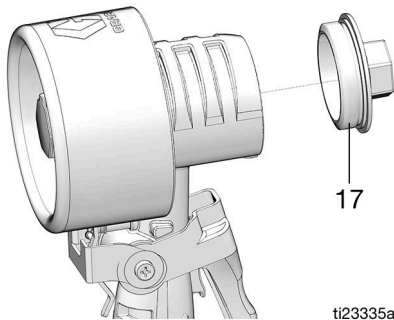

FIG. 11
4. Gire la tapa del medidor (17) en sentido contrario a las agujas del reloj y retírela del alojamiento del medidor (FIG. 11).